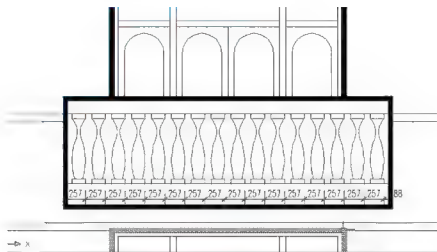

图 4.58 定距等分插块
(1) 使用【创建块】命令把“花瓶”制作成名为“花瓶”的图块, 块的基点定在花瓶的右下角点处。
(2) 启动【定距等分】命令 (快捷键 ME)。
① 在选择要定距等分的对象: 提示下, 单击 A 线的左半部分, 选择 A 线。
② 在指定线段长度或 [块(B)]: 提示下, 输入 “B”, 表示用块进行测量。
③ 在输入要插入的块名: 提示下, 输入 “花瓶” 以确定要插入的图块。
④ 在是否对齐块和对象? [是(Y)/否(N)] Y : 提示下, 输入 “Y”, 表示块与被测量对象是对齐的。
⑤ 在指定线段长度: 提示下, 输入 “257”, 结果从 A 线左端点每 257mm 插入一个花瓶块, 如图 4.58 所示。